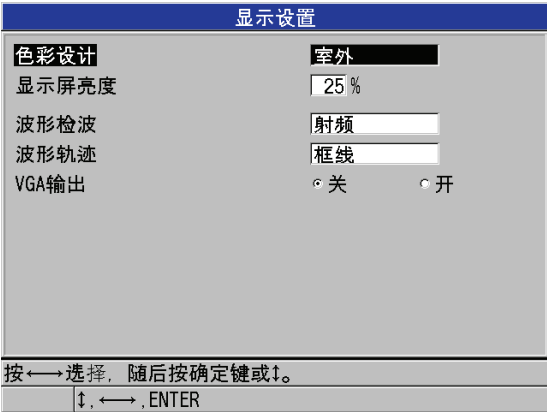

图 4-3 显示设置屏幕
2. 在**显示设置**屏幕中 (参见第 42 页的图 4-3 ), 为以下参数选择想要的参数和数值: